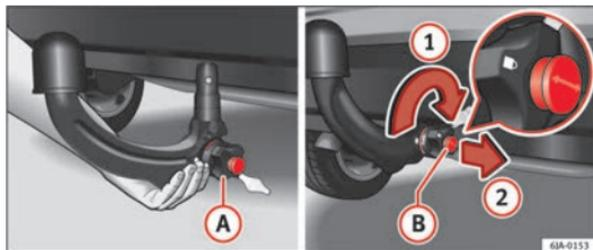

Fig. 117 Colocación de la barra de cabeza esférica / cierre de la cerradura y extracción de la llave
- Sujete la barra de cabeza esférica desde abajo ⇒ fig. 117 e introdúzcala en el casquillo de sujeción hasta hacer tope y oír que encastra ⇒ Δ.